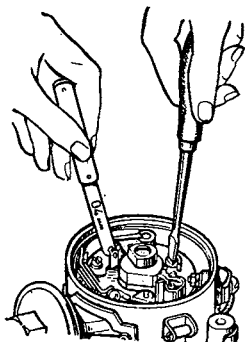

Рис. 112. Проверка и регулировка зазора между контактами прерывателя
3. Проверьте щупом зазор между контактами: щуп должен входить в зазор, не отжимая кулачка. Зазор должен быть в пределах 0,35...0,45 мм (рис. 112).